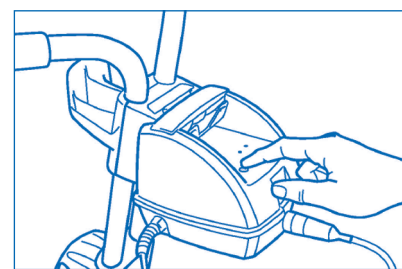

Figura 9
- Pulse el botón . **Figura 9.**